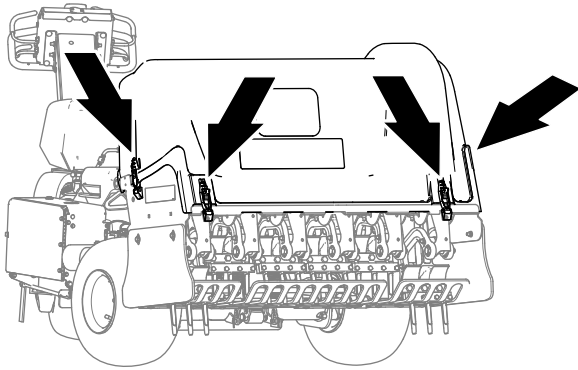
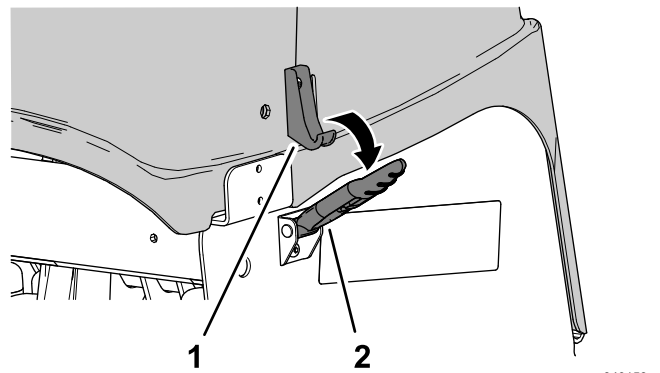

Figura 137
Figura 139
4. Destranque a cobertura da cabeça de perfuração nas 4 localizações (Figura 137 e Figura 139).